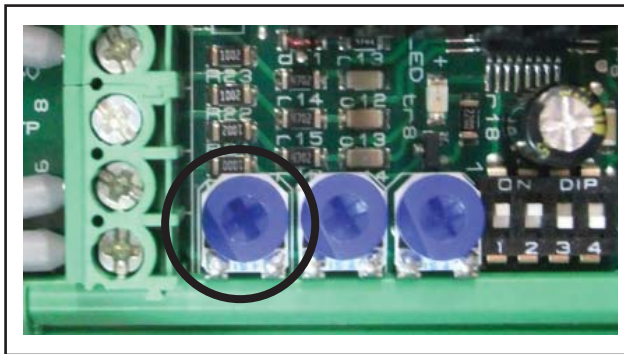

Fig. 48
- Justering foretas på juster skruen nummer 1 på kortet til aktuator-kontrollen inne i styrskapet. **Se Fig. 48**